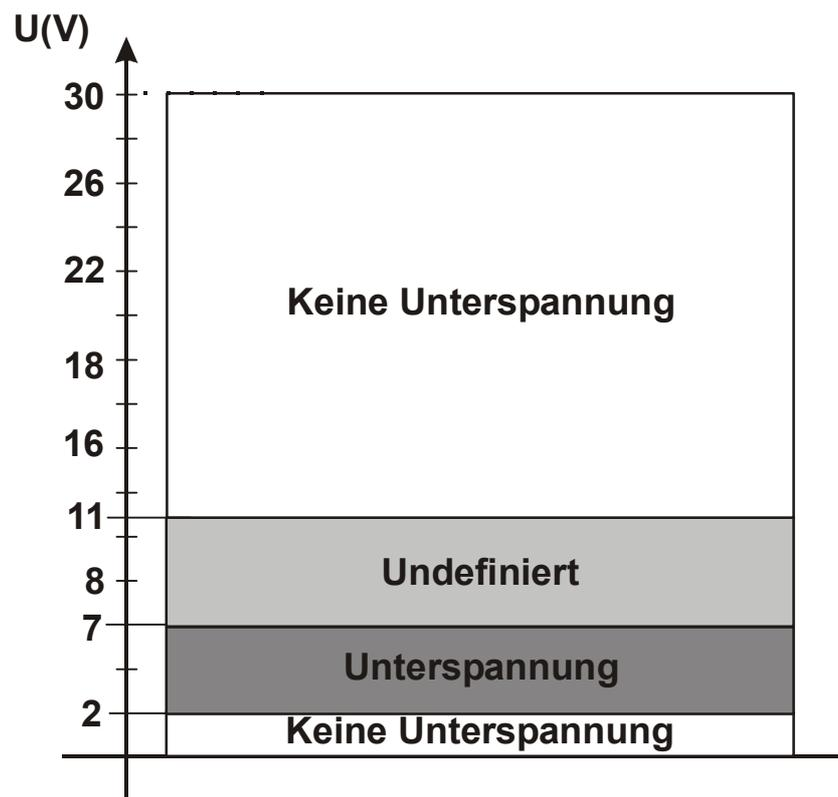

Abb. 28: Spannungsschwellen der Unterspannungserkennung
- Unterspannung der Ausgangsversorgung, siehe Abb. 28